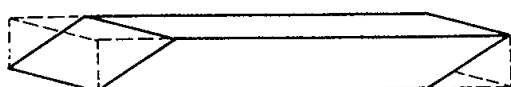
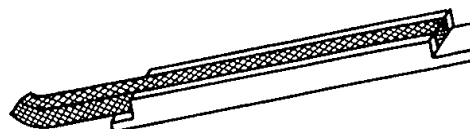

Fig. 15 - Corte oblicuo de la empaquetadura
Fig. 16 - Dispositivo para cortar los anillos de la empaquetadura
- Cortar anillos de empaquetadura nuevos, de preferencia con extremos oblicuos (ver fig. 15). Para facilitar este corte se podrá usar un dispositivo fácil de ser construido como muestra la fig. 16.